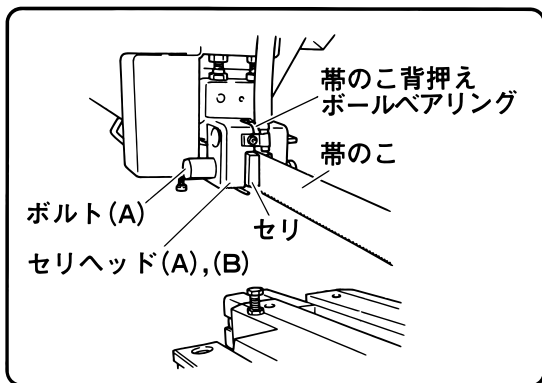

図 28
セリヘッド (A), (B) 部のボルト (A) を反時計方向に4~5回転ゆるめます。(図28)
(5) 帯のこを手でねじりながらセリヘッド (A) およびセリヘッド (B) の帯のこ背押えボールベアリングに突き当たるまで挿入します。(図28)